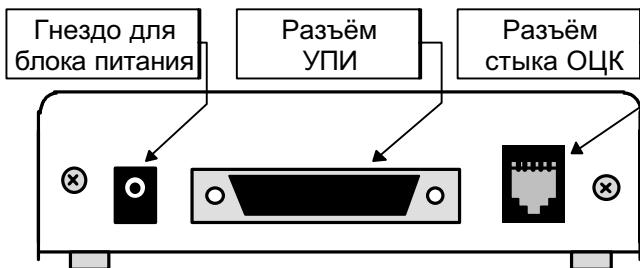

Рис.9. Задняя стенка конвертера
На задней стенке конвертера расположены разъём УПИ для подключения кабеля цифрового интерфейса ОД пользователя, разъём стыка ОЦК и гнездо для блока питания. Расположение разъёмов представлено на Рис.9. Назначение контактов разъёмов УПИ и стыка ОЦК конвертера см. Приложение 1 и Приложение 3 соответственно.
3. Подключите разъём кабеля стыка ОЦК (джек) к розетке RJ-45 (см. Рис.9 на стр.16).